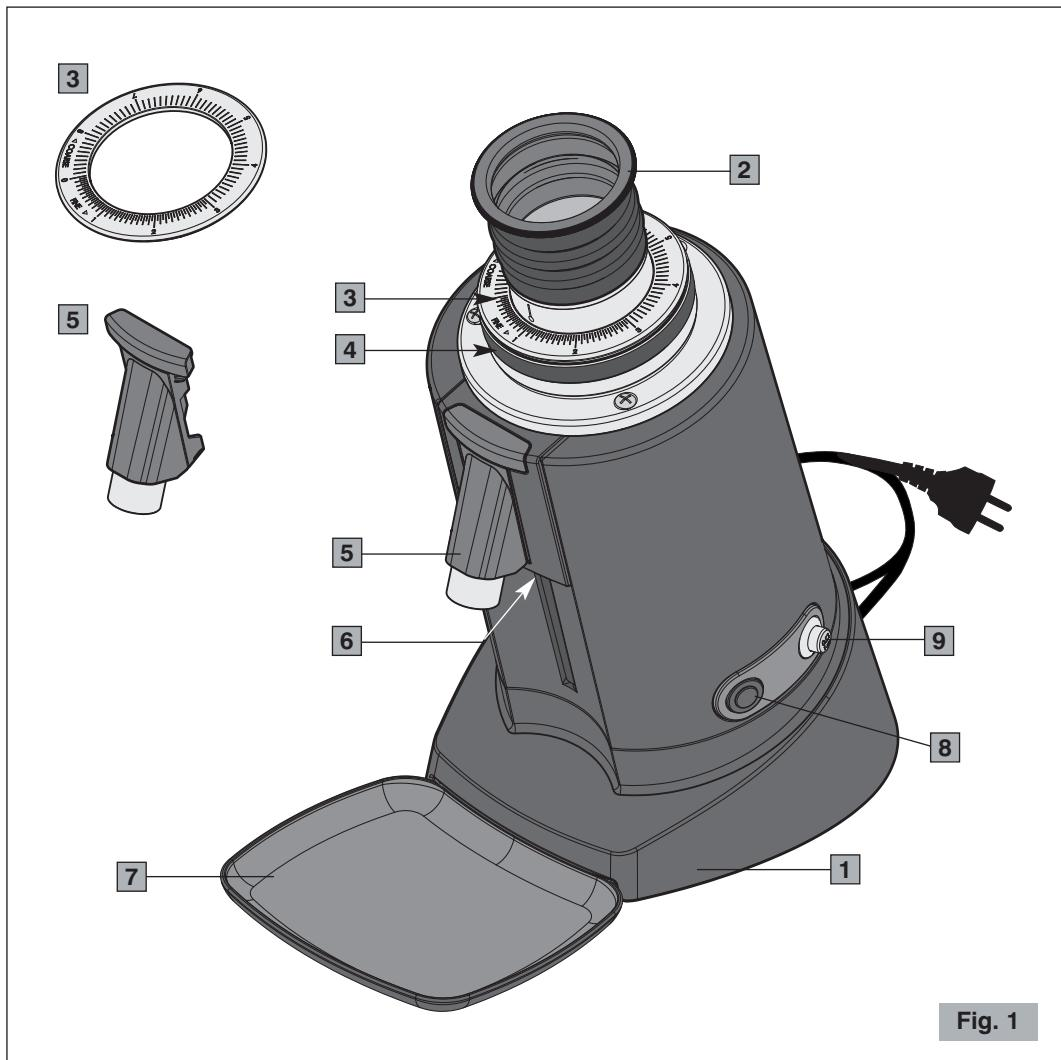
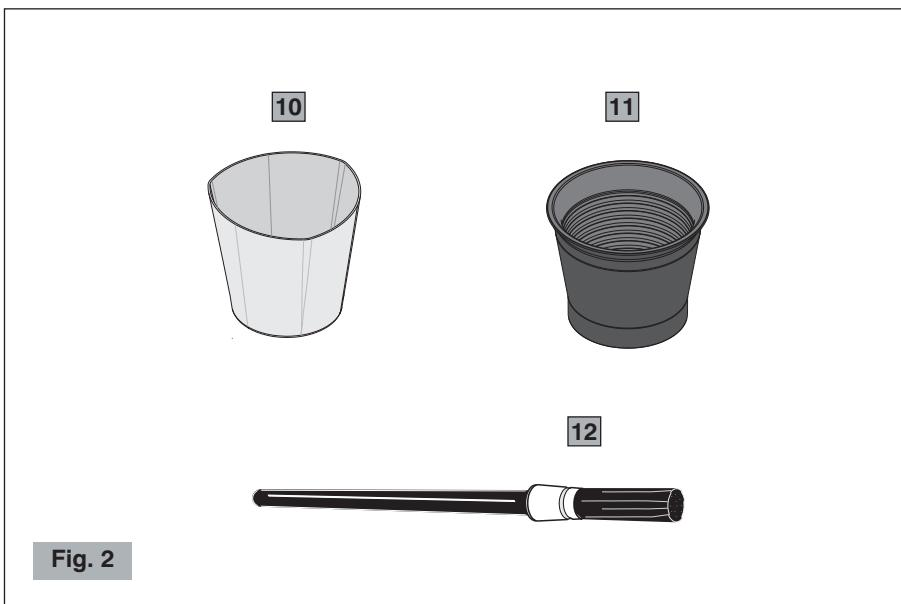

Fig. 1
Fig. 2
Componenti principali (Fig. 1, Fig. 2)
Prima di collegare la spina alla presa accertarsi che l'interruttore ON-OFF (9 Fig. 1) sia in posizione "O" di spento.
- 1** Portare l'interruttore ON-OFF sulla posizione "I" (9 Fig. 1).
- 3** Posizionare il contenitore in dotazione (10 Fig. 2) sotto la bocchetta erogatrice (5 Fig. 1).
- 4** Avviare il motore con il pulsante di avvio/arresto (8 Fig. 1). Il led di funzionamento (6 Fig. 1) si accende.
- 6** Versare la quantità desiderata di chicchi di caffè nell'imbocco del soffietto (2 Fig. 1). Se il led di funzionamento (6 Fig. 1) comincia a lampeggiare e ci si accorge che il tempo rimanente non sarà sufficiente per macinare tutti i chicchi di caffè, premere di nuovo sul tasto di avvio/arresto (8 Fig. 1).
- 7** Dopo che tutti i chicchi di caffè siano stati completamente macinati, colpire il soffietto (2 Fig. 1) con il palmo della mano, assicurandosi di coprire completamente il suo imbocco, in modo da far cadere tutto il caffè macinato.
Funzioni del pulsante di avvio/arresto motore e tempo di macinatura (8 Fig. 1)